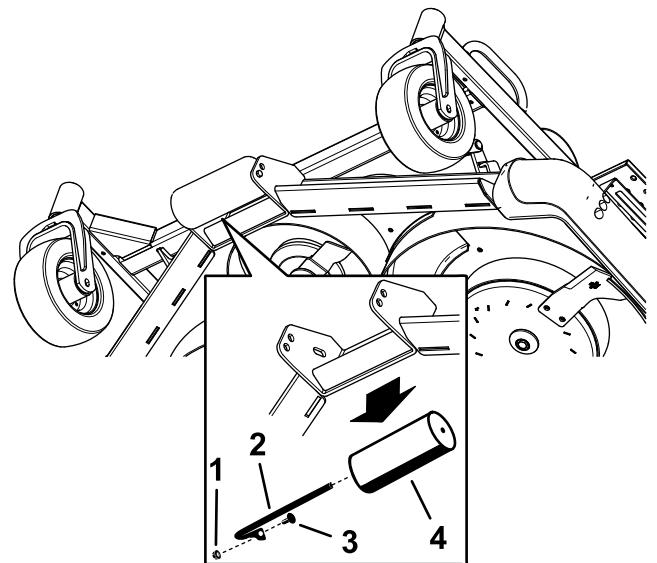

Figura 30
4. Îndepărtați arborele rolei, urubul i piulia care fixează rola pe suportul punii (Figura 30).